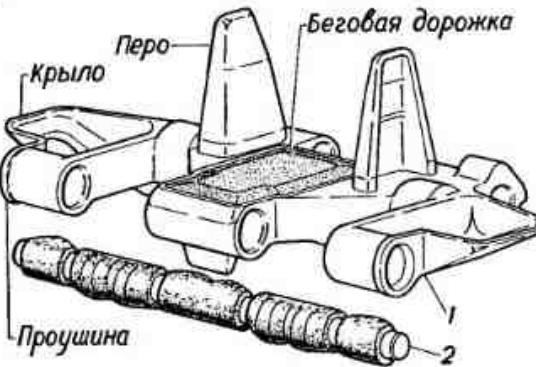

Рис. 5.2. Звено гусеницы и палец:
Каждая гусеница состоит из 92 звеньев 1 (рис. 5.2), соединённых пальцами 2. Правая и левая гусеницы взаимозаменяемы.
5. Вставить палец с РМШ в заходный конус фланца 5. При этом положение пальца должно соответствовать изображенному на рис. 5.2, то есть палец должен быть гладкой стороной резиновых втулок обращён к наружной поверхности проушин. Забить палец кувалдой на глубину не менее 90 мм.